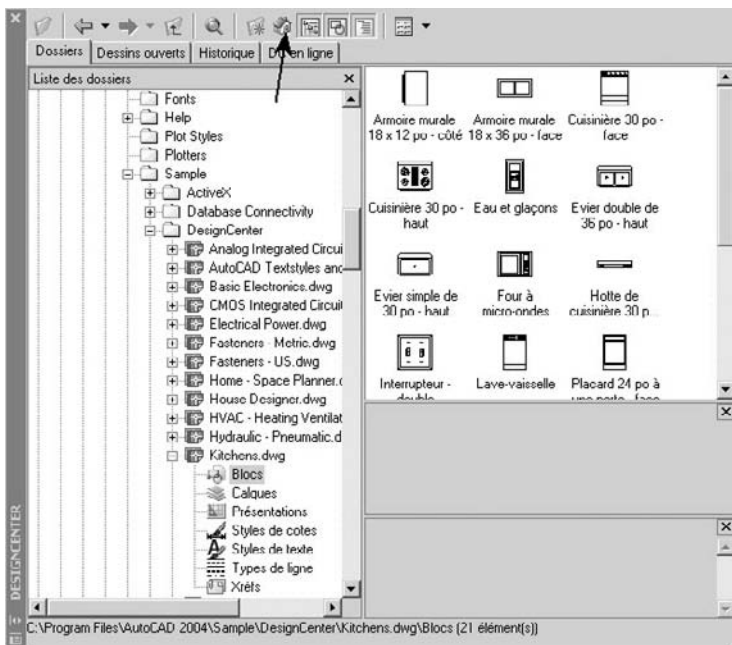

Fig.10.8
- [3] Dans la zone de contenu, cliquer deux fois sur le dessin de bibliothèque de symboles que l'on souhaite charger dans la zone de contenu de DesignCenter, puis sur l'icône **Blocs**. La bibliothèque de symboles sélectionnée est chargée dans la zone de contenu de DesignCenter (fig.10.8).